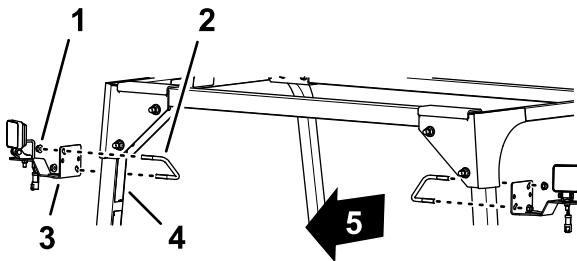

Рисунок 7
1. Установите светодиодный осветительный прибор и кронштейн на заднюю трубу конструкции ROPS при помощи U-образного болта (¾ x 3½ x 2-13/16 дюйма) и фланцевой контргайки (¾ дюйма), как показано на Рисунок 7.